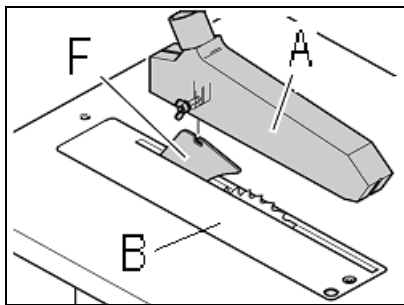

Рис. 16
Прикрепите кожух пильного диска (A, Рис. 16) к расклинивающему ножу (F) при помощи 1 болта с квадратным подголовком, шайбы и гайки-барашка.